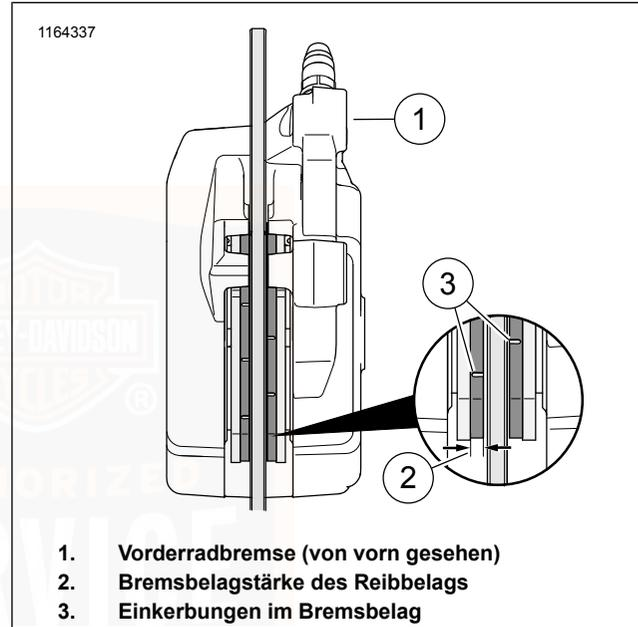
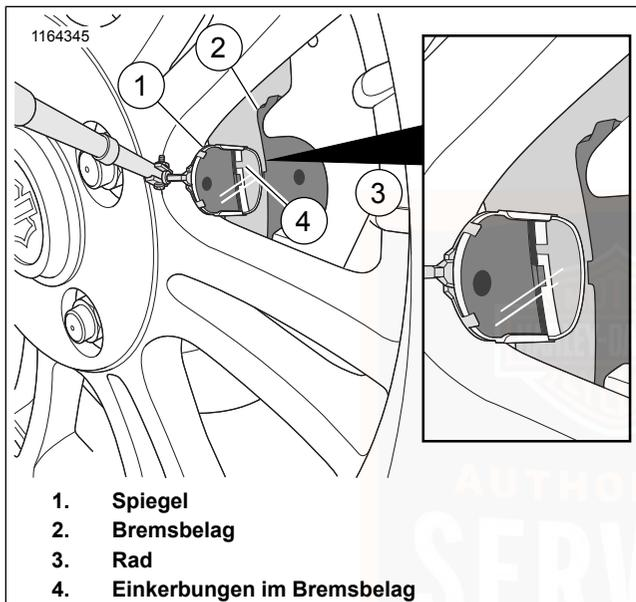

Abbildung 79. Bremsbelagmaterial hinten
Abbildung 80. Bremsbelagmaterial vorn
2. Siehe Abbildung 79 und Abbildung 80. Die Bremsscheibe prüfen, wenn diese gedreht wird. Die Scheibe muss schlagfrei im Bremssattel laufen.